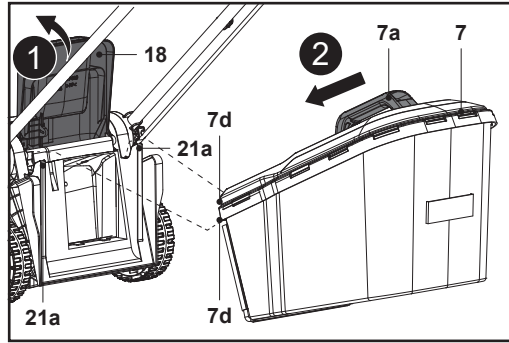

Fig. 7
4. Abra o resguardo do defletor traseiro (18) e fixe-o na posição (Fig. 7, passo 1).
5. Transporte o recipiente de recolha de relva (7) pela pega (7a).
6. Alinhe os dois ganchos do recipiente de recolha de relva (7d) com as ranhuras (21a) e pendure o recipiente de recolha de relva (7) nas mesmas (Fig. 7, passo 2).
7. Depois, solte cuidadosamente o resguardo do defletor traseiro (18).